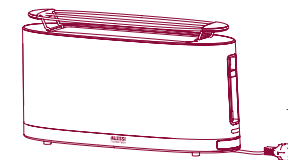

Fig. 10
- 1 Plaats het briocherooster op het broodrooster (fig. 10).